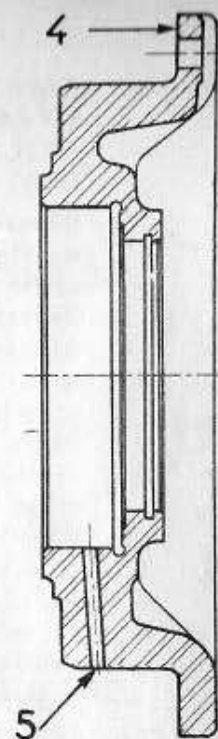

Fig. 78
- 7) Nettoyer le palier arrière. Enduire de Collex ou d'huile de lin cuite la face d'appui du palier (4 - Fig. 78).
- 8) Chauffer légèrement le palier arrière (40 à 50° maxi) équipé de son roulement. Eviter de diriger le chalumeau sur celui-ci. Chauffer de la même façon le carter moteur à l'emplacement du palier. Présenter le palier arrière sur le carter de telle façon que le trou (5 - Fig. 78) de passage d'huile, se trouve en bas.